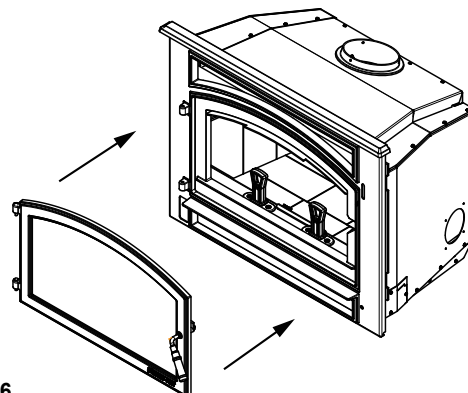

Figure 20.6
6. Réinstallez la porte en avant de l'appareil (Figure 20.6).